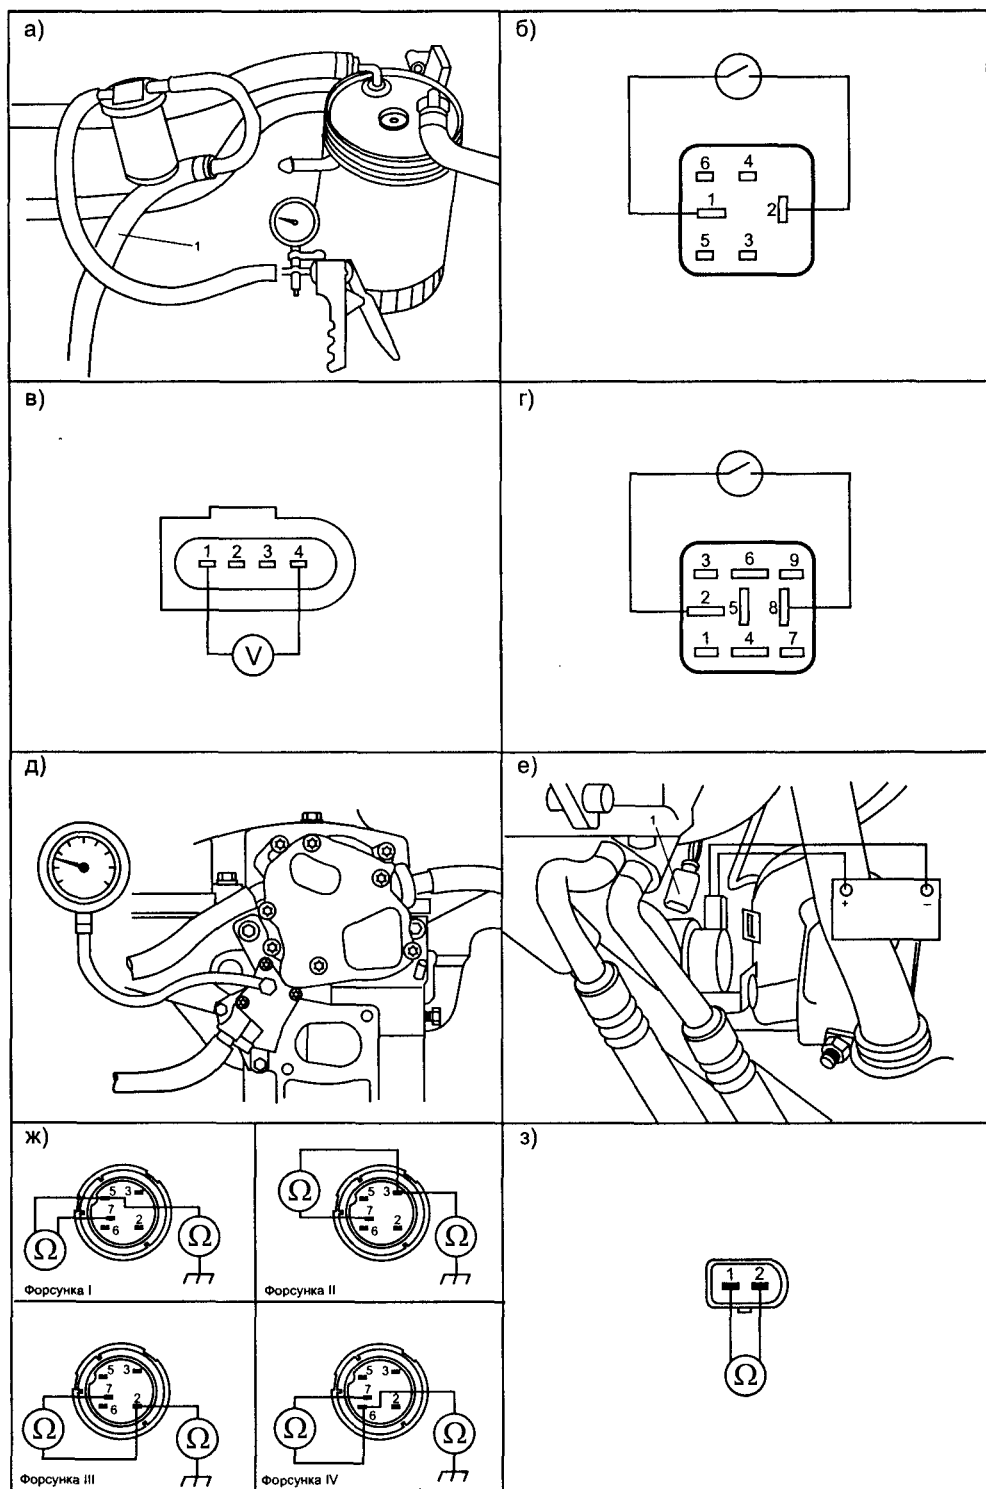

Рис. 1.7.6. Проверка компонентов топливной системы
После замены топливного фильтра (перед установкой новый фильтр должен быть заполнен топливом) заводят двигатель и дают ему поработать на х.х. Если двигатель не запускается или после пуска работает нестабильно, отсоединяют топливопровод обратного слива топлива от топливного фильтра и подключают на его место ручной насос с резервуаром для контроля топлива (см. рис. 1.7.6а). Создав насосом разрежение, удаляют воздух из ТНВД до появления топлива в топливопроводе обратного слива топлива.
- собирают диагностическую схему (см. рис. 1.7.6б — реле K20 извлечено из колодки) и проверяют наличие 12 В на контактах 1 и 4 разъема FTP насоса (см. рис. 1.7.6в и схему на рис. 1.7.2) при включенном зажигании и сервисном выключателе. Если питания нет, проверяют предохранитель F28, реле K20, K46 замок зажигания и соответствующие соединения, если питание есть — заменяют неисправный насос FTP.
- собирают диагностическую схему (см. рис. 1.7.6г — реле K20 извлечено из колодки) и проверяют наличие 12 В на контактах 1—4 разъема насоса FTP (см. рис. 1.7.6в и схему на рис. 1.7.2) при включенном зажигании и сервисном выключателе. Если питания нет, проверяют предохранитель F28, реле K20, замок зажигания и соответствующие соединения. если питание есть — заменяют неисправный насос FTP.
Система UIS имеет механический шиберный топливный насос с приводом от распредвала. Для его проверки необходимо на место заглушки M12 насоса (см. рис. 1.7.6д) установить манометр и проверить давление подкачки топлива в различных режимах работы полностью прогретого двигателя. При несоответствии давления контрольным значениям табл. 1.7.4. насос заменяют.
Для проверки насоса FCP необходимо отсоединить разъем и с помощью источника 12В проверить его работоспособность (см. рис. 1.7.6е), если насос не работает, его заменяют.
- отключают разъем системы UIS от жгута и измеряют сопротивление обмоток форсунок — около 0,5 Ом (см. рис. 1.7.6ж), если есть отличие от номинала, соответствующую форсунку заменяют;
- с помощью омметра проверяют отсутствие короткого замыкания на массу обмоток форсунок (см. рис. 1.7.6ж и схему на рис. 1.7.2);
Датчик FTS нужен для правильной работы системы охлаждения топлива, его показания должны соответствовать данным табл. 1.7.5 (см. рис. 1.7.6з).